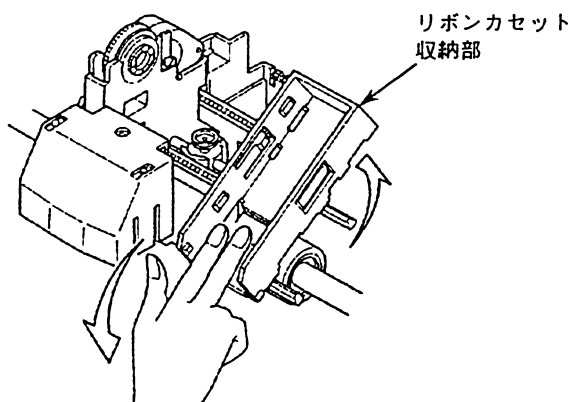

図6.1.12
- 3) リボンカセット収納部の中央に指をそえ、下に押して矢印の方向に傾けてください (図6.1.12)。